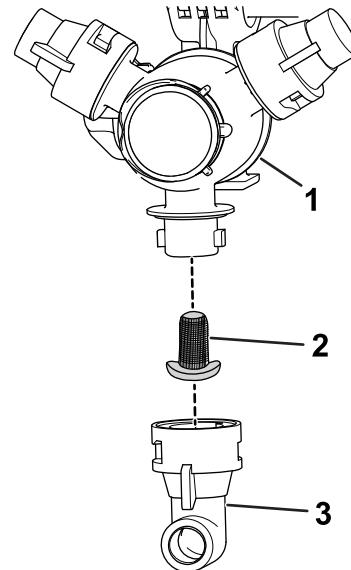

Figure 107
2. Retirez la buse de la tourelle de pulvérisation (Figure 107).
| 4. Retirez le filtre de buse usagé (Figure 107). | |
4. Montez le filtre de buse neuf (Figure 107).
5. Installez la buse sur la tourelle de pulvérisation (Figure 107).